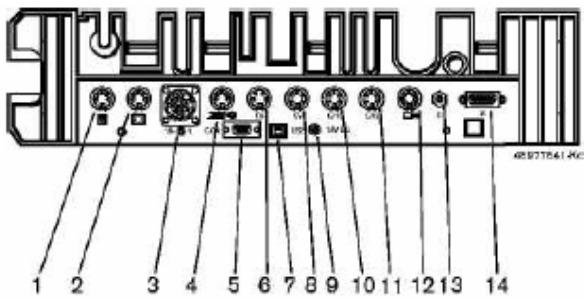

Рис.2. Панель подключений FSA 720 (вид сзади)
Датчики подключить к соответствующим гнездам измерительного модуля (рис. 2). Токовые цанги 30 А и 1000 А, а также кабель адаптера 1684465513 присоединяются только при необходимости.
1. Подключить источник питания к FSA 720 (рис. 2, поз. 9).
1. Соединительный провод USB FSA 720 вставить в гнездо 7 (рис. 2).